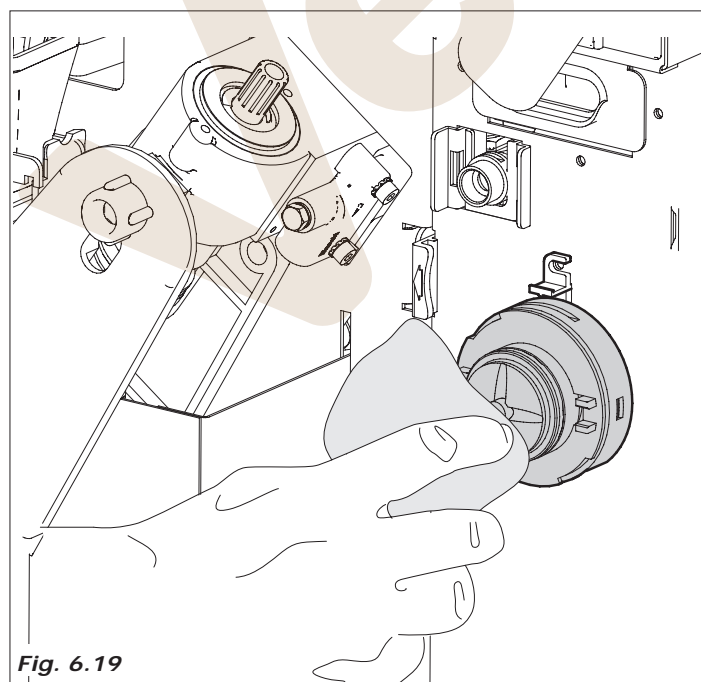

Fig. 6.19
- con un trapo humedecido,(en la solución), limpiar la base de las batidoras (Fig.6.19)